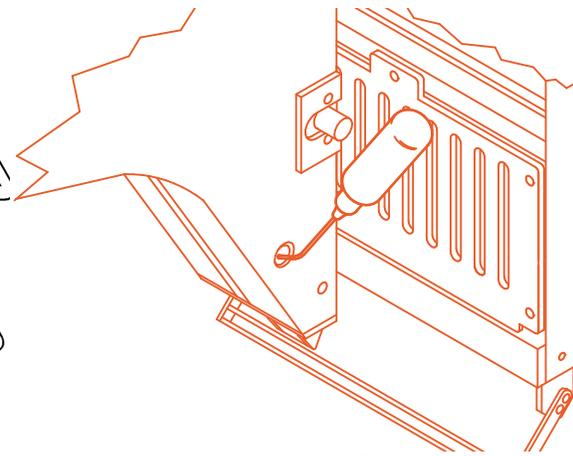

Figura 5-6
- En el extremo izquierdo de la máquina (cabezal n° 12, el más alejado de la estación de trabajo), use una pequeña linterna para mirar por el orificio forrado de rojo. Confirme que el orificio de lubricación inferior esté debidamente alineado (consulte la figura 5-6).